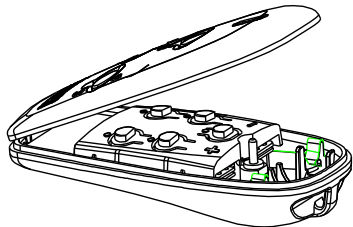
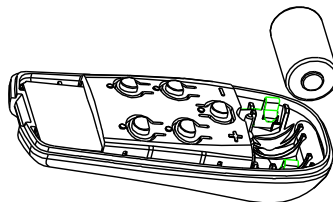

Fig. 1
Fig. 2
1) Ouvrir la télécommande (fig. 1) après avoir dévissé la vis inférieure. Introduire la pile en respectant les polarités (fig. 2). Pour la procédure d'acquisition et de configuration de la télécommande, consulter le Manuel d'installation du Système WL30.
1) Die unteren Schrauben lösen und die Fernsteuerung (Abb. 1) öffnen. Beim Einlegen der Batterie auf richtige Polarität achten (Abb. 2). Zur Erfassung und Konfiguration der Fernsteuerung die Anweisungen im Installationshandbuch des Systems WL30 befolgen.
1) Abra el telemando (fig. 1) soltando el tornillo inferior. Introduzca la pila respetando las polaridades (fig. 2). Para adquirir y configurar el telemando, haga referencia a Manual de Instalación del Sistema WL30.